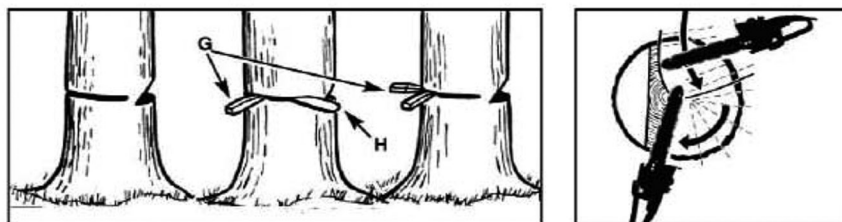

Figura 10
- Utilize cunhas resistentes, de madeira, por exemplo, (G), para evitar que a serra prenda durante o corte ou dobramento da barra (sabre) da motosserra durante o corte. As cunhas também controlam a queda da árvore (Figura 10).
- Quando o diâmetro da madeira é maior que o comprimento da barra, realize dois cortes, como é mostrado na Figura 10.